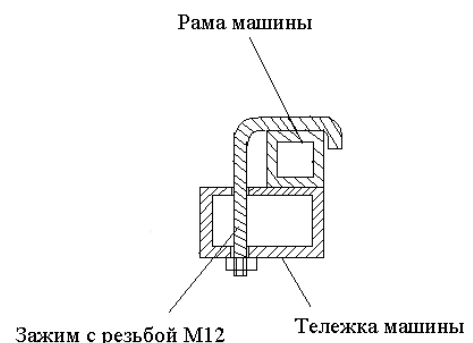

Рис. 13 Крепление рамы машины на раму тележки
- установите машину на тележку машины 39 при помощи зажима (рис. 13)
- установите ПСМ на тележку 39 и зафиксируйте при помощи зажима M12 в количестве 6 шт. (см.рис.13);